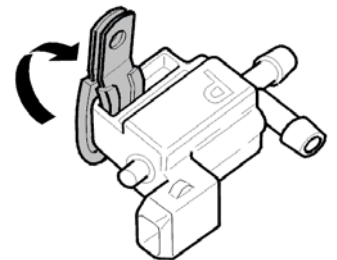

Fig. 7
- Colocar el soporte con el aislante de goma en la válvula secuenciadora (Fig. 7).